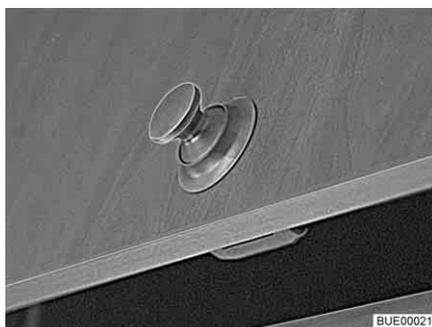
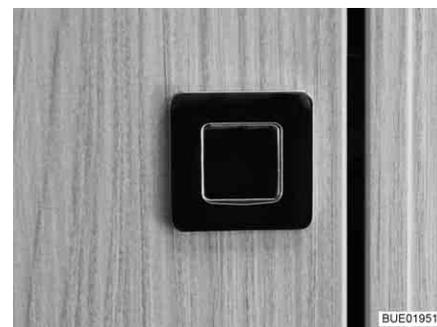

Fig. 55 Trampa de muebles con botón de presión redondo
Fig. 56 Trampa de muebles con botón de presión rectangular
- Pulsar la parte interior de la cerradura. El botón de presión (Fig. 55 o Fig. 56) salta hacia fuera.